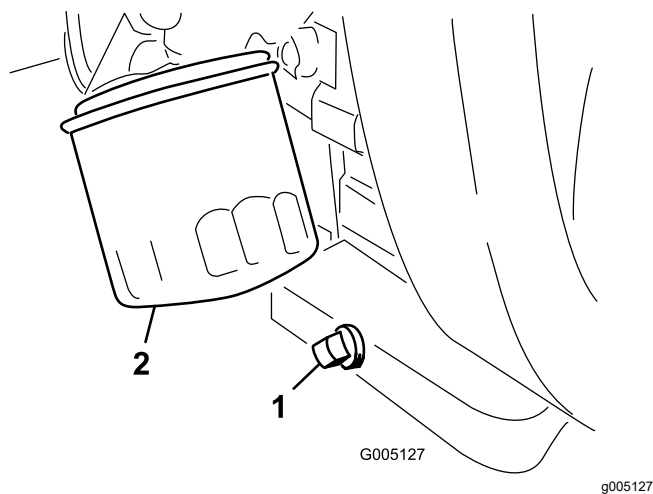

Figure 40
1. Retirez le bouchon de vidange (Figure 40) et laissez couler l'huile dans un bac de vidange.
2. Nettoyez le filetage du bouchon de vidange, enduisez-le de produit d'étanchéité au PTFE et remettez le bouchon en place (Figure 40).
3. Déposez le filtre à huile (Figure 40).